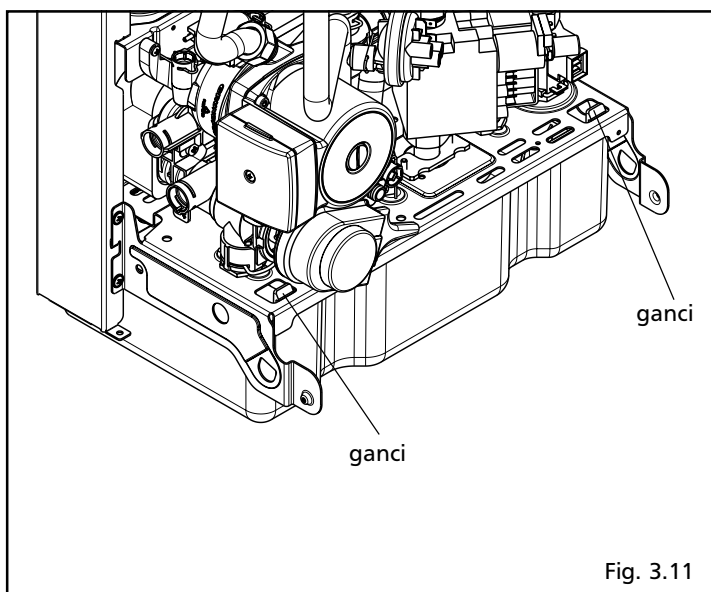

Fig. 3.11
- agganciare la copertura stessa come indicato in fig. 3.11
- premere sulla copertura liberando i ganci che la tengono in posizione (fig. 3.11)